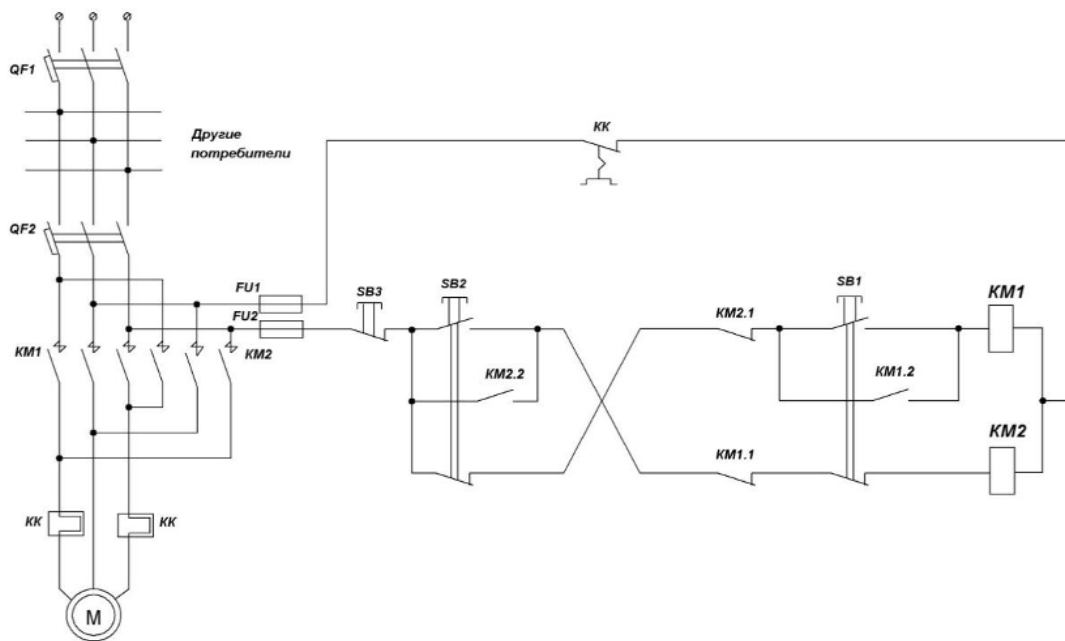

Рисунок 3 - Схема управления асинхронным электродвигателем с короткозамкнутым ротором с помощью различных элементов автоматики
18. Опишите работу асинхронного электродвигателя с короткозамкнутым ротором при нажатии кнопки SB1 (рисунок 3).
19. Опишите работу асинхронного электродвигателя с короткозамкнутым ротором при нажатии кнопки SB2 (рисунок 3).